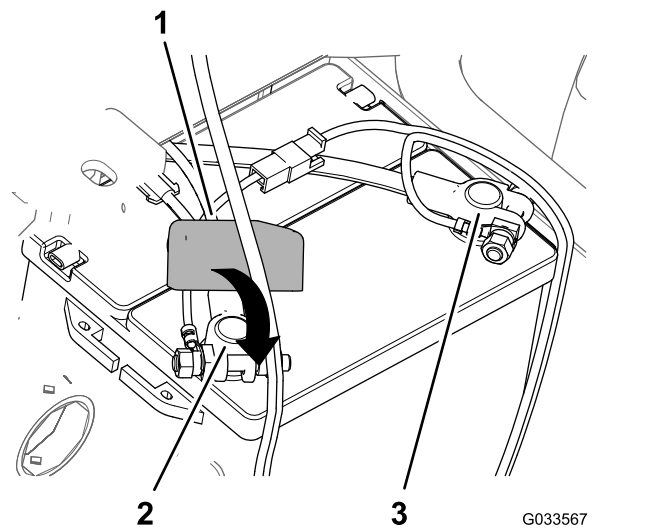

Рисунок 32
8. Подсоедините положительный кабель аккумулятора к **положительному** полюсному штырю аккумулятора и затяните зажимную гайку от руки (Рисунок 32).